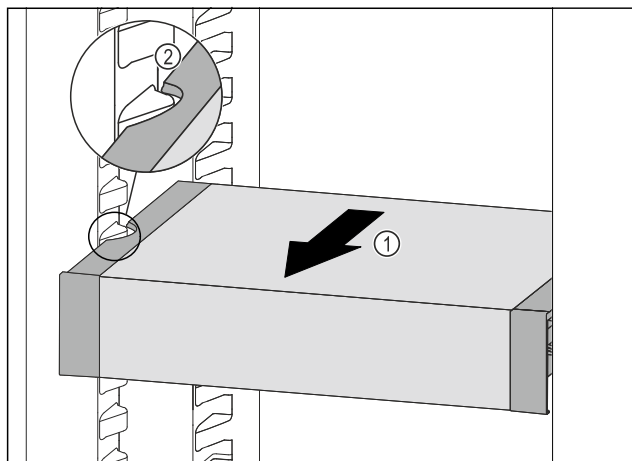

Fig. 151
- Изтеглете VarioSafe напред Fig. 151 (1), докато страничните прорези на VarioSafe се намират на височината на реброто на съда в хладилната част. Fig. 151 (2)